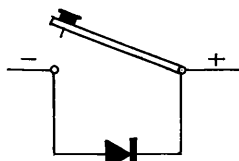

Fig. 2
(3) Ou de tout type d'antenne genre doublet.
(4) Ce point est, en principe, situé à l'endroit où il n'y a pas d'isolant et où les conducteurs sont les plus rapprochés.
**ERRATA.** — « O.C. » n° 63, p. 3, col. 1, les § 6 et 7 viennent avant les § 4 et 5. D'autre part, nous reproduisons, complétée, la fig. 2.